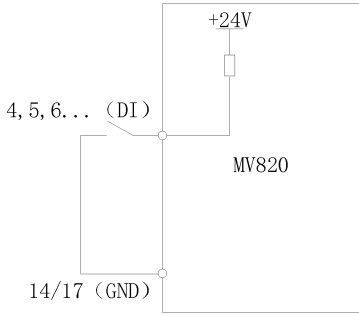

图 4-18 使用变频器内部+24V 电源连接方式
(2) P09.11=1 (数字端子开路电压选择 24V)
① 干节点方式，接线方式如图 4-18 所示。